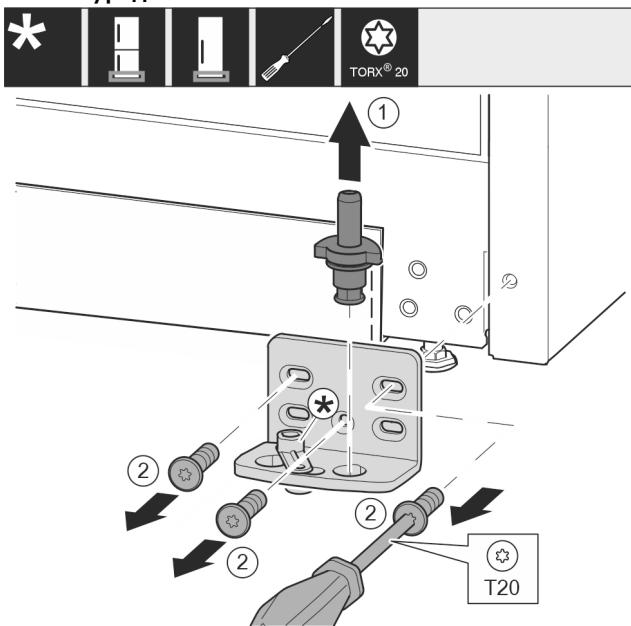

Fig. 10
- Извадете изцяло нагоре лагерния болт. Fig. 10 (1)
- Отвийте винтовете с отвертка T20 и свалете лагерната стойка. Fig. 10 (2)